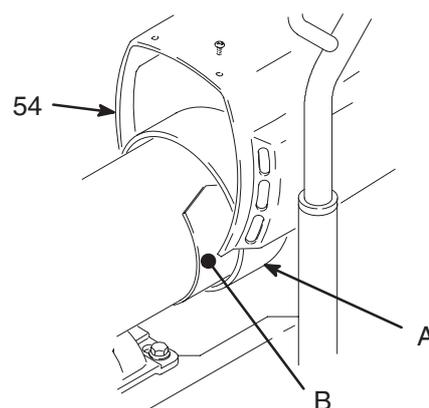

Fig. 4
4. Fig. 4. Retire el blindaje del motor (54), la cubierta del ventilador (A) y las cubiertas de inspección (B).
3. Fig. 4. Retire el blindaje del motor (54). Retire las cubiertas de inspección (B) y las juntas de ambos lados del motor.